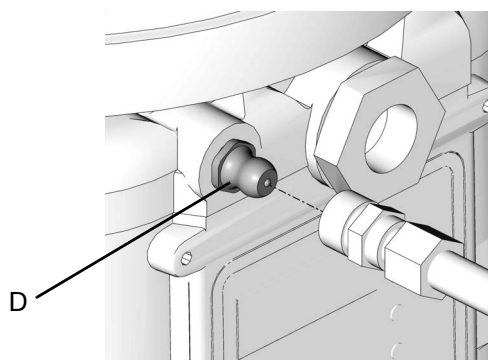

図 22
- リザーバーの充填前には必ずインレット取り付け金具 (D) (図 22) を清潔な乾いた布で拭いて下さい。埃および/または異物によりポンプおよび/または潤滑システムが破損する可能性があります。